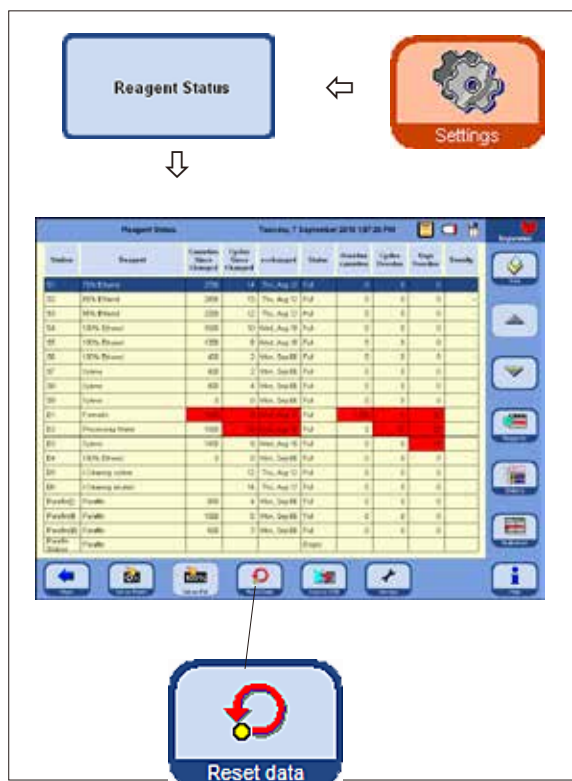

Fig. 175
- Scoateți recipientul de sistem (15) din dulapul de reactivi și deșurubați capacul containerului (15.1).
- Când introduceți recipientul de sistem, asigurați-vă întotdeauna că inelul de fixare (35) este strâns bine și că portul de conectare (65) se fixează corect prin clic pe panoul din spate.
- Apoi, în fereastra **SETTINGS** (SETĂRI), apăsați butonul **REAGENT STATUS** (STAREA REACTIVULUI) și apăsați tabelul cu același nume (Fig. 175).
- Selectați linia corespunzătoare din tabel și setați datele la zero cu ajutorul butonului **DATA TO ZERO** (DATE SETATE LA ZERO) (Fig. 175).